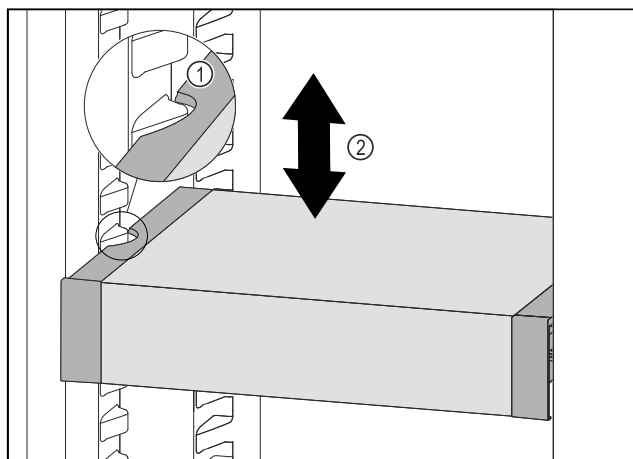

Fig. 110
- ▶ Потягнути VarioSafe вперед, поки бокові заглиблення VarioSafe не опиняться на рівні ребра для резервуара в охолоджувальному відділенні. Fig. 110 (1)
- ▶ Пересувати VarioSafe вгору або вниз в охолоджувальному відділенні до тих пір, поки не досягнете бажаної висоти. Fig. 110 (2)